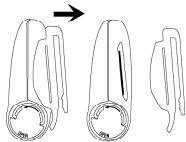

Fig. 1
- Por favor quite primero el sujetador para cinturón. Para ello, tome el sujetador y sáquelo con cuidado (Fig. 1). Para volver a colocarlo alinee la lengüeta del sujetador con la ranura del medidor y encájelo con cuidado en la unidad